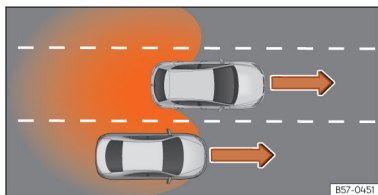

Fig. 118 Ultrapassagem na faixa de rodagem central e incorporação posterior na faixa de rodagem direita.
- Quando se ultrapassa outro veículo »» **Fig. 118** com uma diferença de velocidade de aprox. 10 km/h (6 mph). Se a ultrapassagem é consideravelmente mais rápida, não se mostra qualquer indicação.